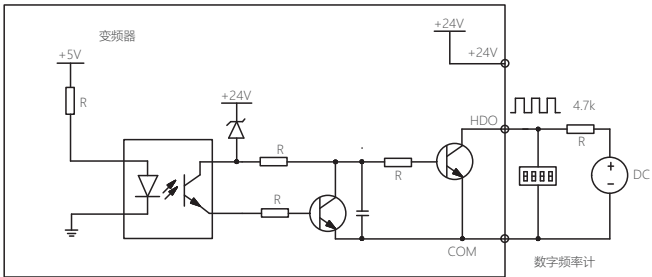

图5-17 输出端子HDO连接方式2
b) HDO用作数字脉冲频率输出，也可使用外部电源，接线方式如图5-17所示。